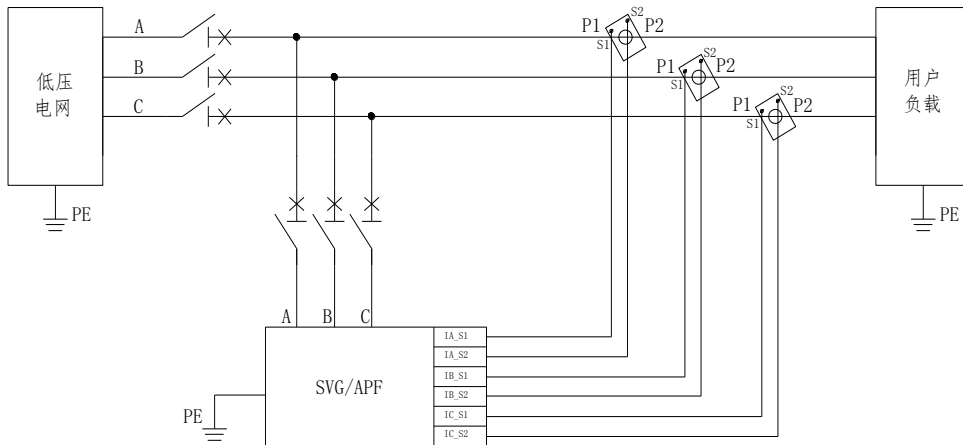

图 3-8 产品装配图
- ◆单机配电时，电源侧与负载侧取样的 CT 接线方式一致（可参考图 3-8）；